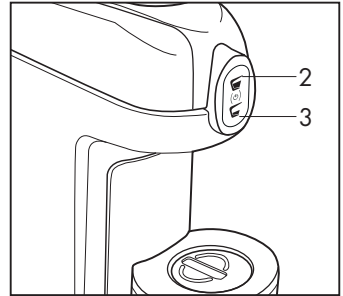

Fig. 4
- Allumer la machine en appuyant sur le symbole (2) ou (3), ou simultanément sur les deux symboles, (2) et (3) (**Fig. 4**). Les symboles (2-3) clignotent jusqu'à ce que la température soit atteinte ; quand les symboles (2-3) s'allument fixe, la machine est prête à fonctionner.
Pour utiliser à nouveau la machine, appuyer sur un symbole de distribution (2-3) et attendre la fin du chauffage : les symboles de distribution (2-3) clignotent jusqu'à ce que la température soit atteinte ; quand les symboles (2-3) s'allument fixe, la machine est prête à fonctionner (Fig. 4).
La machine peut être éteinte en maintenant enfoncé simultanément pendant 5 secondes les symboles (2-3) (**Fig. 4**).
- S'assurer de l'absence de capsules à l'intérieur de la machine et de la présence d'eau dans le réservoir (8) ; allumer la machine en appuyant sur le symbole (2) ou (3), ou simultanément sur les deux symboles, (2) et (3), sur le modèle à 2 Doses. Sur le modèle à 1 Dose, appuyer sur le symbole (3) (**Fig. 4**).